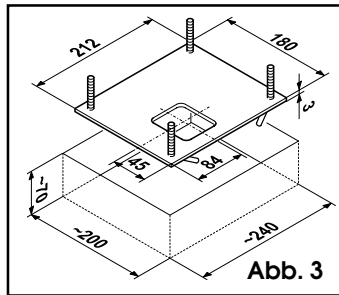

Abb. 3
1) Den Boden zum Einmauern der Fundamentplatte gem. Abb. 3 ausschachten.
2) Die Leitungen für den Durchgang der Anschlusskabel von Antrieb, Zubehör und Stromversorgung verlegen. Die Leitungen sollen ca. 3 cm von der Bohrung auf der Fundamentplatte vorstehen (Abb. 3).